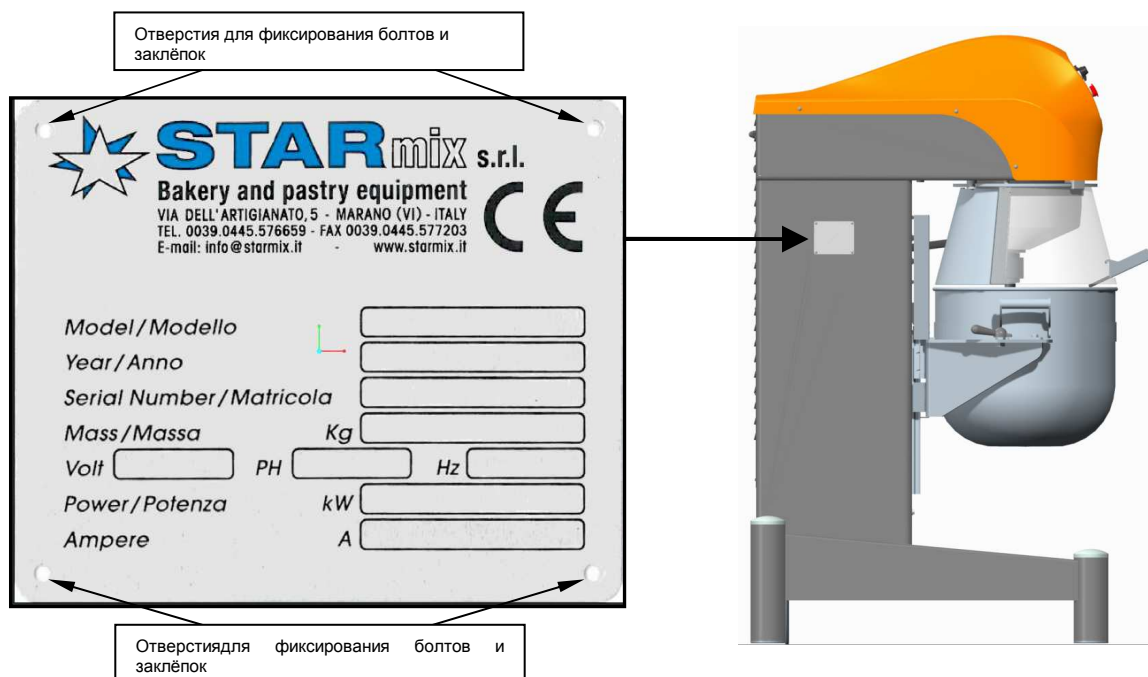
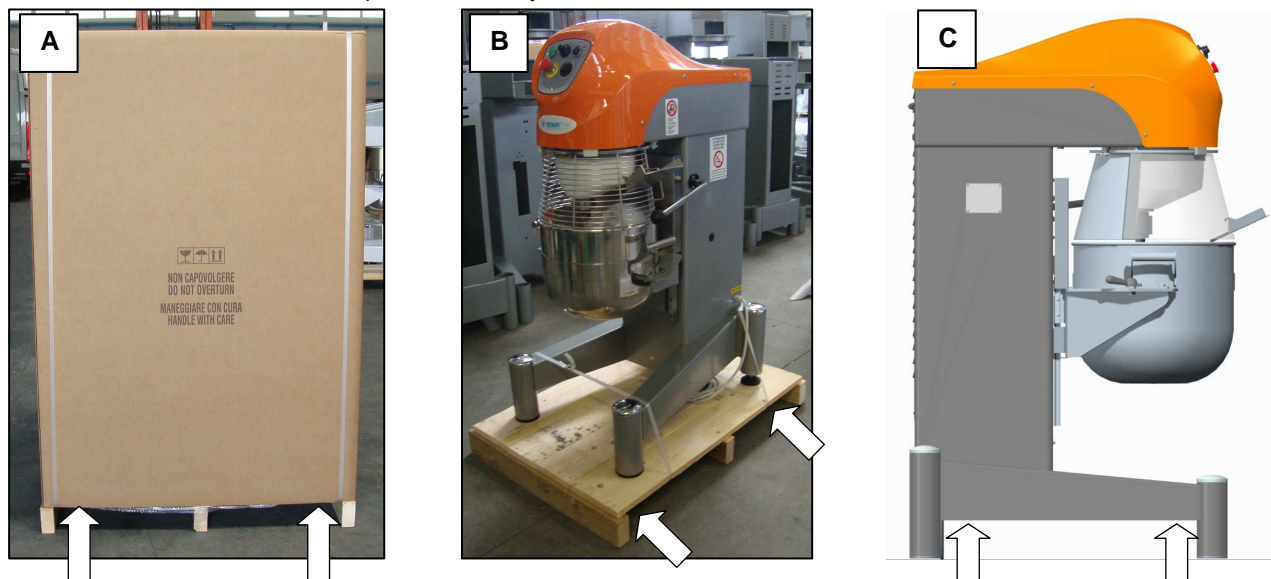
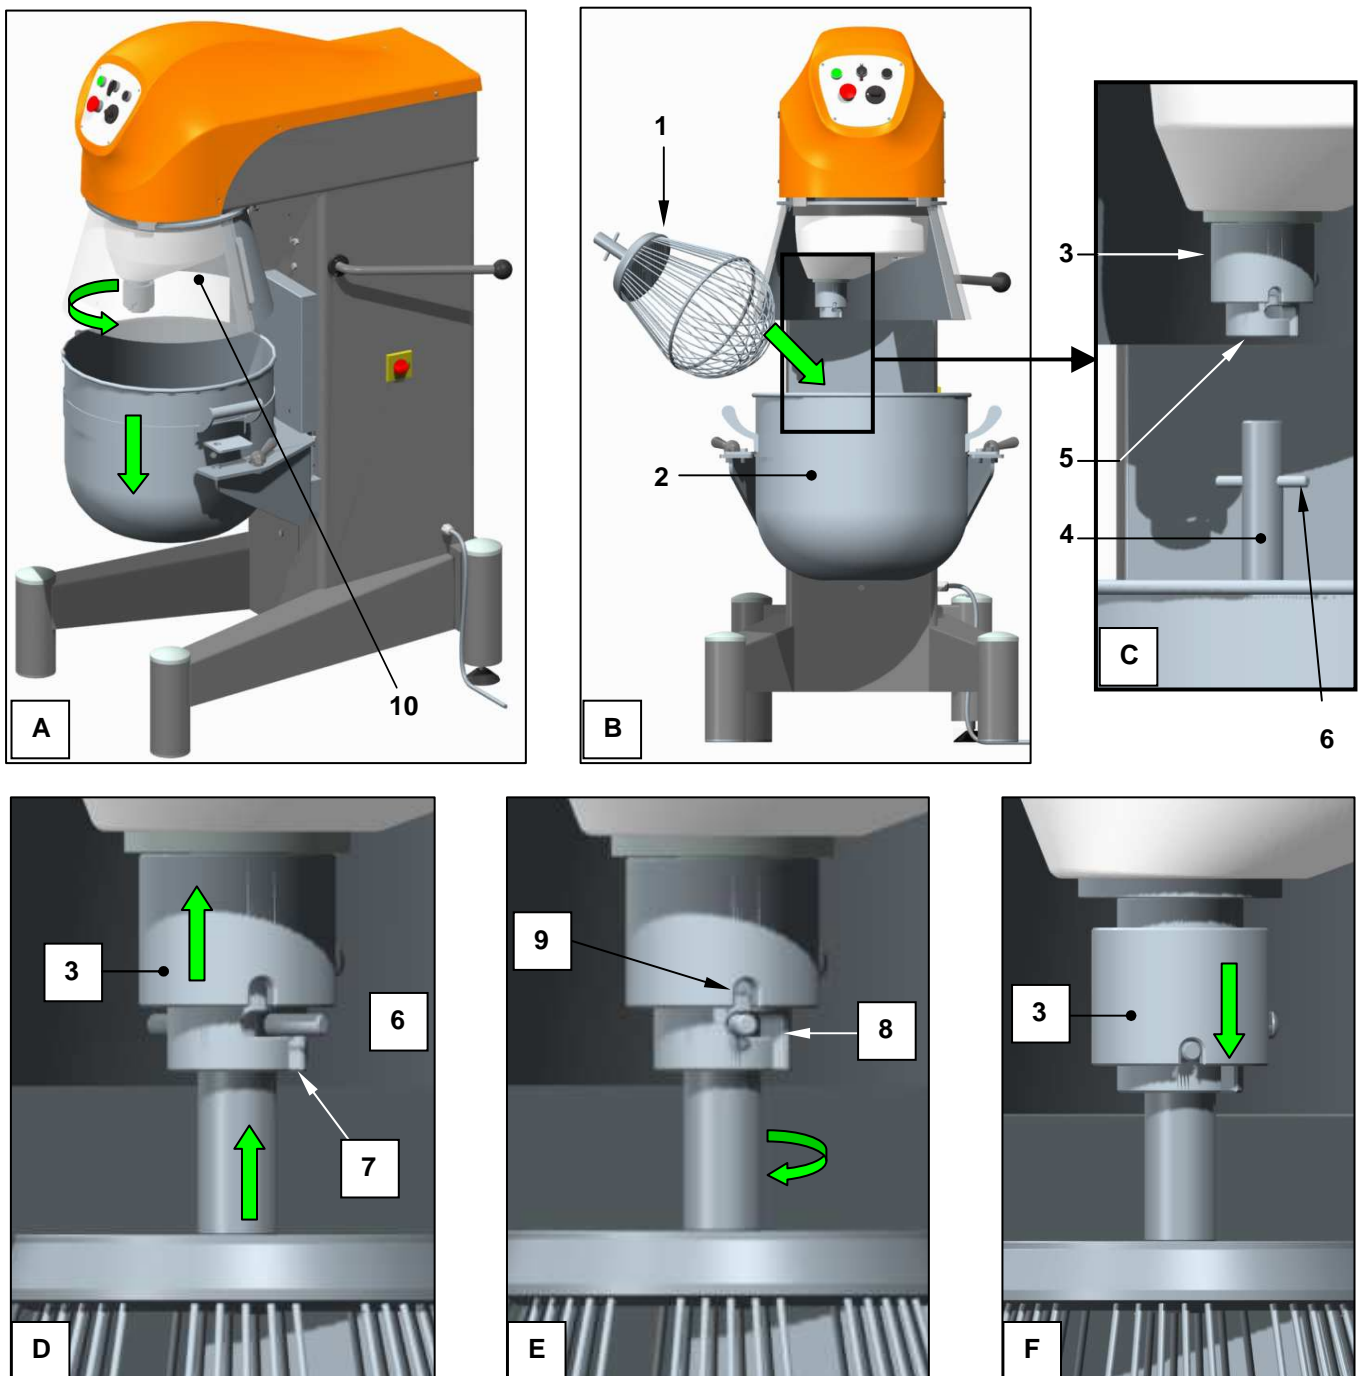

Рисунок 10 – Идентификационная табличка и её расположение
Рисунок 11- Поднятие и перемещение оборудования с помощью автопогрузчика
Рисунок 13- Установка насадки для замеса теста
Табличка, на Рисунок 10, на которой изображены нестираемые надписи (шелкографические и штампованные), маркировка ЕС, информация о производителе, серийный номер, год выпуска, вес, данные об электрических соединениях, плотно прикреплена к оборудованию (с помощью болтов и заклёпок) в месте, изображённом на рисунке.
- без обволакивающих материалов, в коробках из толстого картона, зафиксированного на паллетах (Рисунок 11/А)
- (по морю) в герметичном пакете и коробках из толстого картона, зафиксированном на паллетах (Рисунок 11/А)
- без обволакивающих материалов, в коробках из толстого картона, зафиксированного на паллетах (Рисунок 11/В)
Для перемещения оборудования вставить вилы автопогрузчика с противоположной стороны от общего выключателя оборудования, с внутренней части опорных пунктов основы, на которой стоит оборудование и как можно ближе к ним самим, как изображено на Рисунок 11/С.
Посмотрите Рисунок 13 для установки насадок на оборудование.1 (операция более доступна при отсутствии дежи, рис.2);
- при присутствии дежи во время операции, полностью опустить её):- открыть полностью защитную крышку дежи рис.10 и вставить насадку рис.1 в дежу рис.2 (фото А – В), поднять зажим рис.3, вставить вал рис.4 насадки в гнездо рис.5, штифт должен плотно войти в отверстие рис.7 (фото С – D);
Ссылаясь на Рисунок 13, для демонтажа насадки (операция более доступна при отсутствии дежи, рис. 2; при наличии дежи во время операции, необходимо опустить её до упора):
- открыть полностью зажимы рис.10, предохраняющие зону замеса
- поднять задвижку рис.9 и повернуть её на 90° таким образом, чтобы она оставалась поднятой, как изображено на детали С, вставить вал рис.19 скребка рис.11 в крепление рис.2, таким образом, чтобы штифт рис.12 вошёл в отверстие рис.7; после того, как штифт рис.12 зафиксируется в верхней позиции, повернуть вал рис.10 против часовой стрелки (вид сверху) до упора рис.12 (см. детали D – E – F); поднять задвижку рис.9 и повернуть её назад на 90°, отпустить её, убедившись, что она плотно вошла в отверстие рис.13(в противном случае достаточно слегка повернуть вал скребка до щелчка задвижки); установить дежу (раз.3.6), переместить её в рабочую позицию и убедиться, что скребок равномерно касается внутренних стенок дежи.
задняя пластина рис.9, должна войти в отверстие рис.10,
- открыть зажимы рис.3, - зафиксировать захваты рукой рис.4 и слегка дежу рис.1 для того, чтобы освободить крылья рис.6 из выступов рис.7 и переместить дежу к себе до полного выхода задней пластины рис.9 из отверстия рис.10